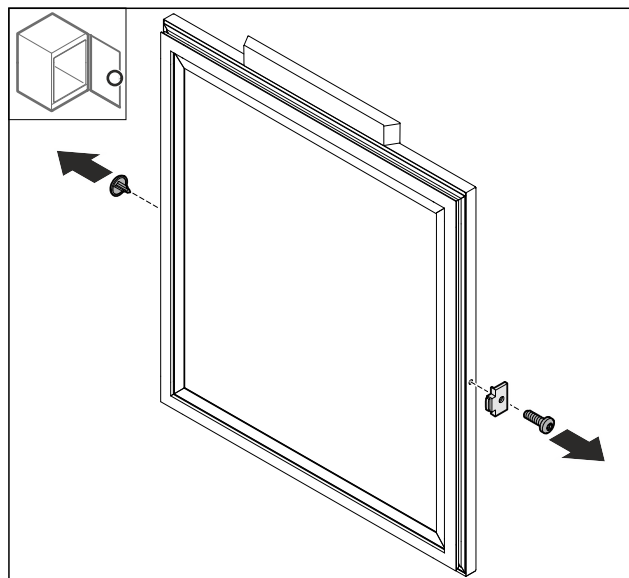

Fig. 48
- Rimuovere la copertura Fig. 48 (1).
- Smontare il fermaporta Fig. 48 (2).